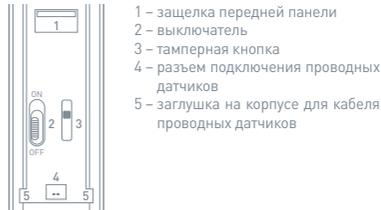
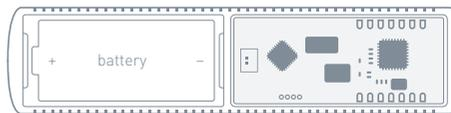

Рис. 3. Задняя панель основного блока датчика
Рис. 5. Вид датчика со снятой верхней крышкой
5.5 Для подключения дополнительного проводного датчика подсоедините его провод к разъему «4» (Рис. 3) на основном блоке датчика, а сам провод проденьте в отверстие основного блока, выломав заглушку «5» (Рис. 3) на корпусе.
6.3 Своевременно заменяйте батарею питания на новую. При разряде батареи датчик передает соответствующий сигнал на центральный блок. Для смены батареи подденьте защелку «1» (Рис. 3) и снимите верхнюю крышку датчика. Замените батарею «battery» (Рис. 5) на новую, типа CR123A.